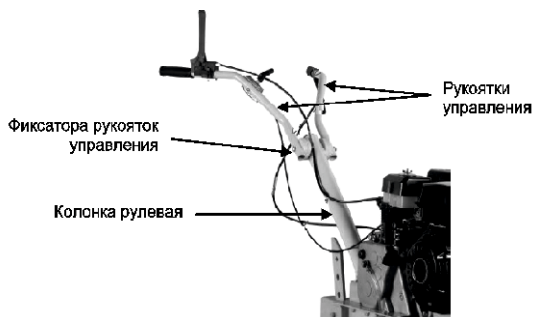

Рис. 5
5. Установите рулевую колонку. На рулевую колонку установите рукоятки управления с помощью фиксатора. Отрегулируйте положение рукояток управления и зафиксируйте фиксатором (рис. 5).